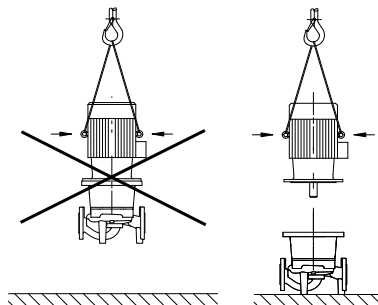

Fig. 20: Variklio transportavimas
- Kėlimo ašas prie variklio naudokite tik variklio, o ne viso siurblio krūviui kelti (Fig. 20).